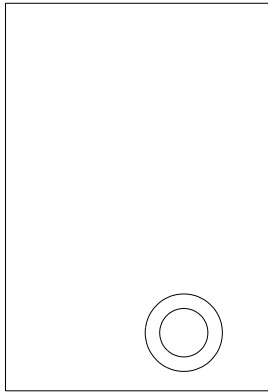
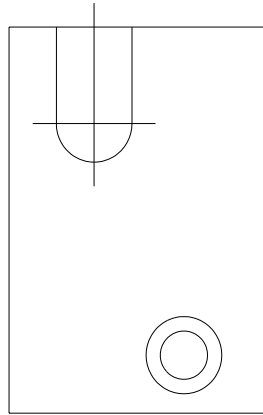

Fig. 6.9
Fig. 6.10
3. Poziționarea originii într-un punct convenabil ales pe format și trasarea proiecției principale (fig. 6.9). Este utilă, în orice moment al desenării, mutarea originii pentru trasarea mai ușoară a oricăror elemente ale conturului (fig. 6.10).